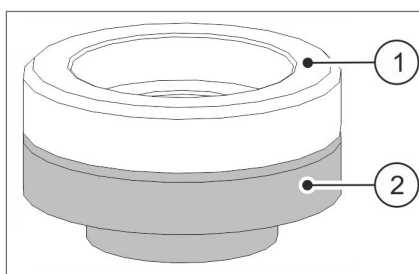

Abb. 16 Beispielhafte Flaschenaufnahme mit Flaschenzentrierring
- ① Flaschenaufnahme
- ② Flaschenzentrierring
Bei der Flaschenaufnahme handelt es sich um einen Kunststoffring (Abb. 16/①), der in den Flaschenzentrierring (Abb. 16/②) des Gehäuses eingelegt wird. Durch die Flaschenaufnahme hat die Glasflasche einen stabilen Stand, wenn der Verkorkerkopf den Kronkorken auf den Flaschenmund presst.